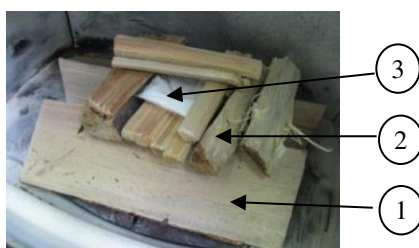

Fig. 7: prima dell'accensione
- Posizionare 2 - 3 ciocchi di legno (faggio, quercia, betulla) di traverso sul piano fuoco (vedi fig. 7 – (1). Caricare sopra la legna spaccata in piccoli pezzi (2). Sopra, al centro, collocare un accendifuoco (3) e accenderlo. Non usare **mai** benzina, alcol o simili per l'accensione!